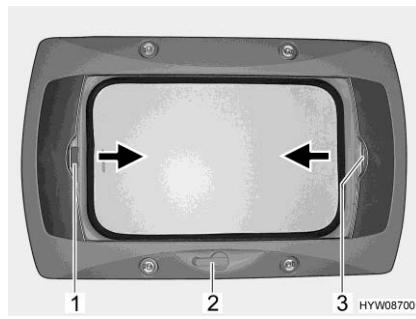

Fig. 73 Oblò a manovella
- Ruotare la manovella (Fig. 73,2) fino a quando non si incontra resistenza.
- Tirare la tendina oscurante pieghevole per la maniglia (Fig. 73,3) nella direzione della freccia fino alla posizione desiderata e rilasciare. La tendina oscurante pieghevole rimane in questa posizione.
- Tirare la zanzariera a rullo per la maniglia (Fig. 73,1) nella direzione della freccia verso la maniglia contrapposta della tendina oscurante pieghevole (Fig. 73,3) e farla innestare.
- Tirare la maniglia della zanzariera a rullo (Fig. 73,1) dietro, verso l'alto, e sganciare la zanzariera a rullo dalla tendina oscurante pieghevole (Fig. 73,3).